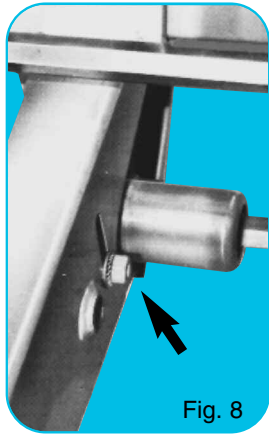

Fig. 8
- Retendre les chaînes de blocs roues, après montage, par le tendeur fig. 8 (vers le haut).